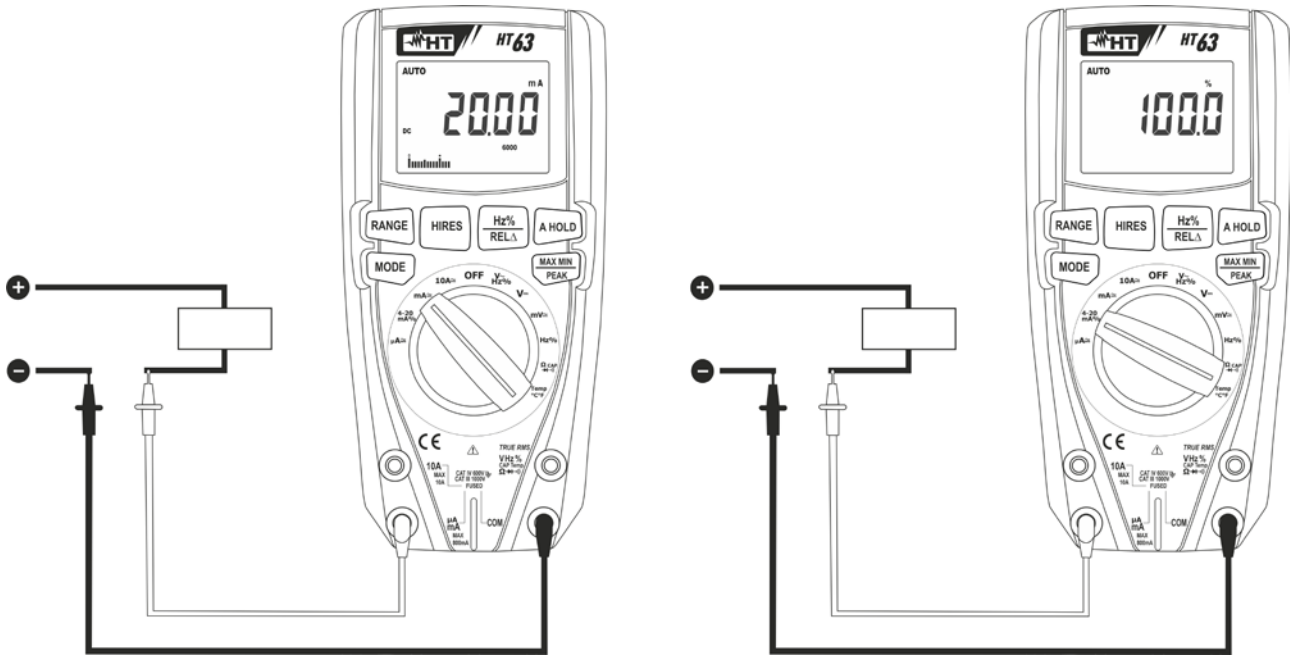

Fig. 9: Uso do instrumento para a medição de Correntes CC e leitura 4-20mA%
4. Ligar a ponteira vermelha e a ponteira preta em série com o circuito do qual se pretende medir a corrente respeitando a polaridade e o sentido da corrente (ver Fig. 9)
6. O valor da corrente CC (ver Fig. 9 – lado esquerdo) é apresentado no display
7. O valor da leitura 4-20mA% (0mA = -25%, 4mA = 0%, 20mA = 100% e 24mA = 125%) (ver Fig. 9 – lado direito) é apresentado no display. A barra gráfica não está ativa nesta função
9. A visualização do símbolo "-" no display do instrumento indica que a corrente tem sentido oposto em relação à conexão da Fig. 9